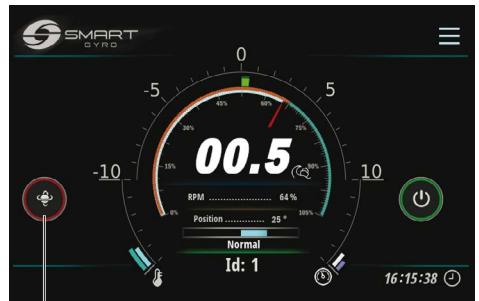

Abbildung 8
8. Um die Präzessionsbewegung zu stoppen, drücken Sie auf das Symbol für die Präzessionsumschaltung. Der Kreis um das Symbol wird rot und zeigt an, dass die Präzession gesperrt ist und die Kugel sich nicht drehen kann (Abbildung 8, (1)).